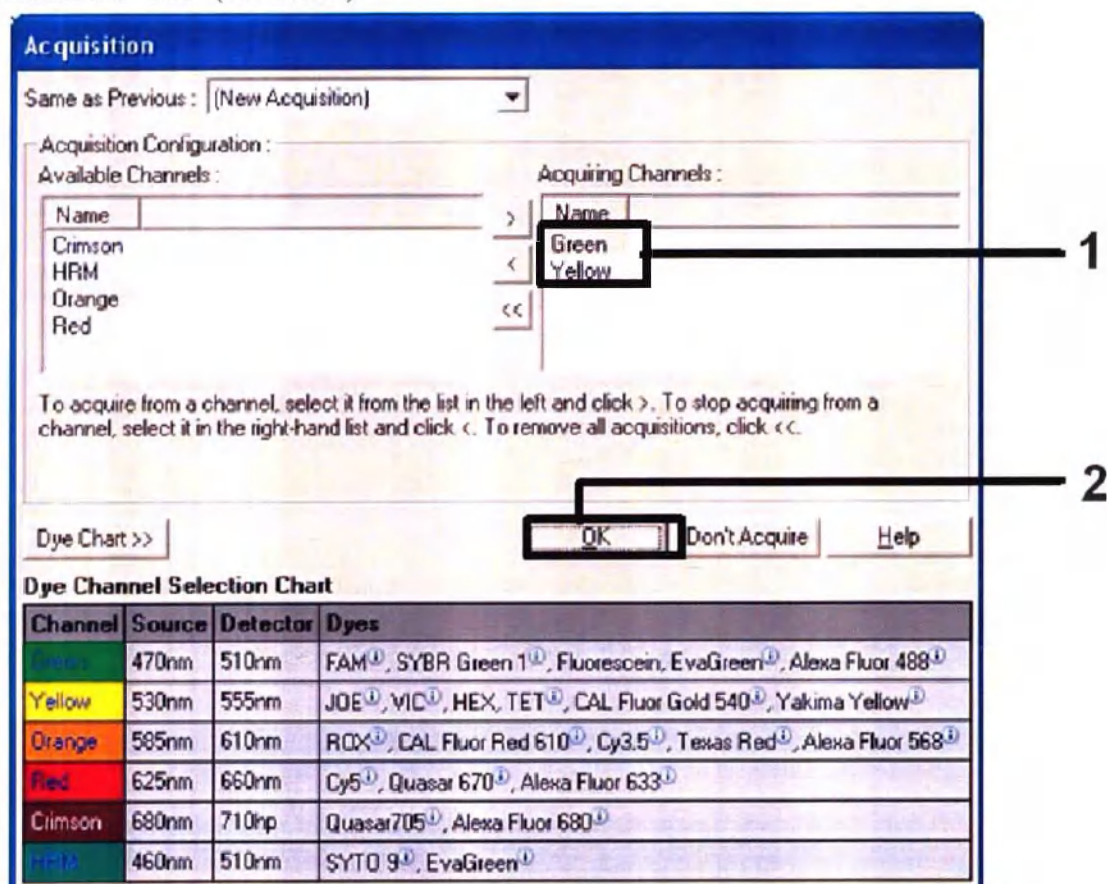

Рисунок 8. Сбор данных на этапе циклирования при температуре 60°C.
10. Выберите Green и Yellow из списка доступных каналов (Available Channels), нажав кнопку ">" для перемещения их в список "считываемых каналов" (Acquiring Channels). Нажмите "OK" (см. Рис.8).